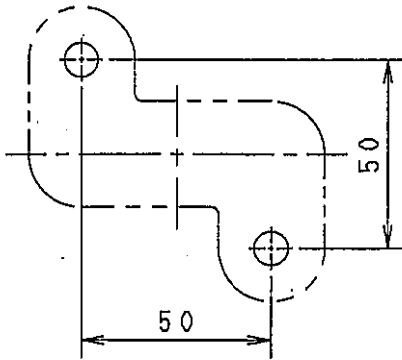

図2-1 本体
- ・ バーホルダー-2本体の取付は、ベースにφ9ヌキ穴又はM8タップを施した後付属のボルトM8 X 20, 平座金, パネ座金, セライト付フランジナットで締付して下さい。(図2-1参照)